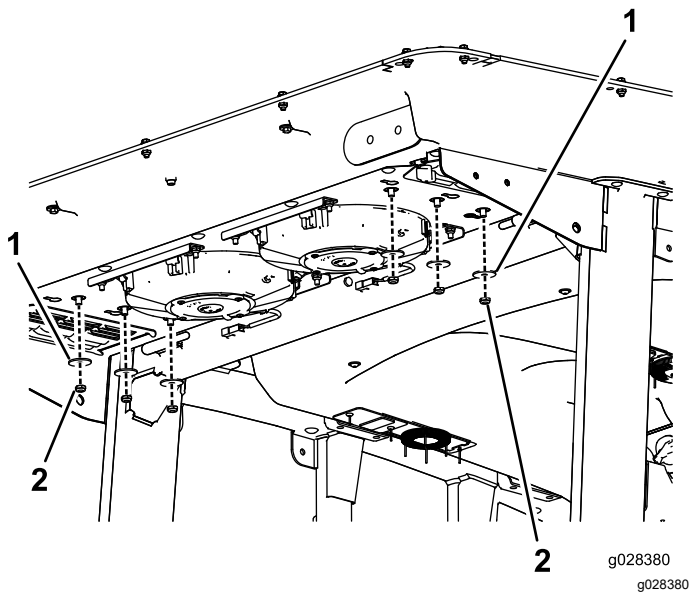

Bild 137
- Entfernen Sie die sechs Schrauben und Muttern von der Unterseite des Kabinenhecks (Bild 137).